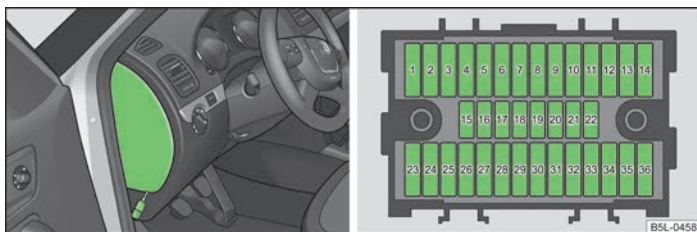

Fig. 165 Capacul cutiei cu siguranțe din panoul de bord / Reprezentare schematică a cutiei cu siguranțe
- Scoateți capacul cutiei de siguranțe folosind cheia de contact > fig. 165.